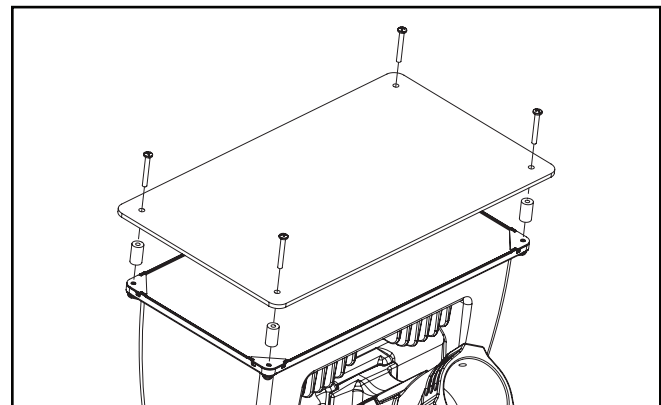

Figure 6.
Protecteur anti-bris (Figure 6).
1. Desserrez et retirez les quatre (4) vis à tête cruciforme 10-24 situées sur la face du luminaire.
2. Alignez les quatre (4) entretoises de 22,2 mm avec les trous existants.
3. Utilisez les quatre (4) vis 10-24 x 38,1 mm pour fixer fermement le protecteur anti-bris sur le dessus du luminaire. Voir figure 6.